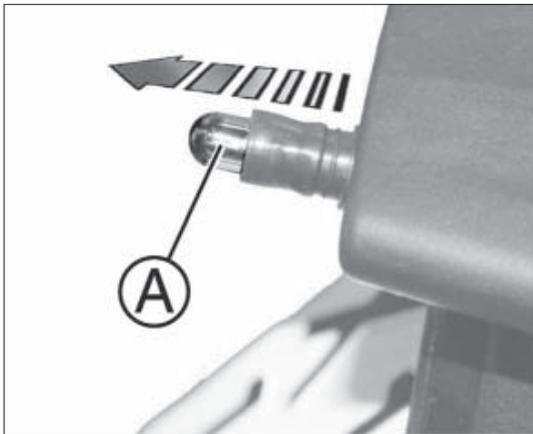

Abb. 6
- die Lampe A Abb. 6. von der Lampenfassung trennen.
- Die defekte Lampe ersetzen und die neue Lampe in die Lampenfassung A Abb. 6. einsetzen und sicherstellen, dass sie ordnungsgemäß eingesetzt ist;